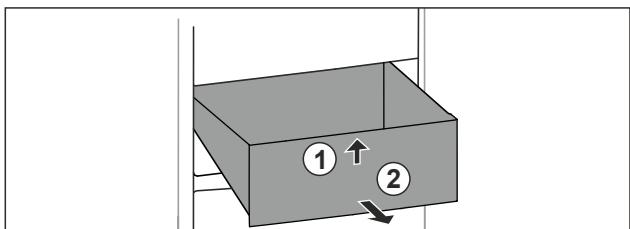

Fig. 76
- Schubfach vorne anheben. Fig. 76 (1)
- Schubfach nach vorne entnehmen. Fig. 76 (2)